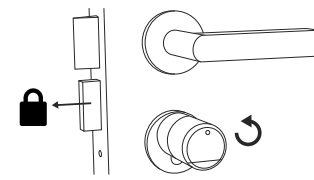

Fig. 3
- 2 El cilindro quedará liberado y se podrá abrir (Fig. 2) o cerrar (Fig. 3) la cerradura.